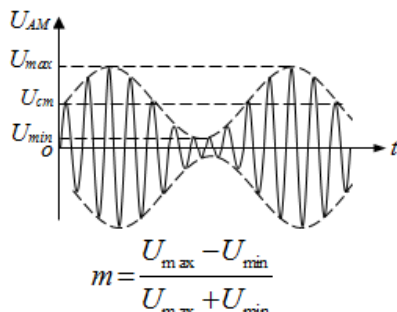

图 3.2.19 调制度 m 的测量
(2) 实验测试
① 谐振电路的调整：先撤去音频输入 P2 端口的电缆线，使用示波器观察 TP3 处输出信号的波形，调整 G05 号板 T1，使 TP3 处输出信号的波形幅值达最大。观察记录此时 TP5 处 u_c 波形，确定功放工作在欠压状态。
② 调幅波观测：接上音频输入 P2 端口的电缆线，用示波器观察 TP2 处的 u_{Ω} 和 TP3 处的 u_{AM} 信号波形，若已调波出现失真，可通过减小高频载波 u_c 或低频调制信号 u_{Ω} 的幅度解决，记录调幅波 $m < 1$ 时的 u_{Ω} 、 u_c 及 u_{AM} 的波形和参数。
③ 测量基极调幅波的调制度 m ，测量方法如图 3.2.19 所示。